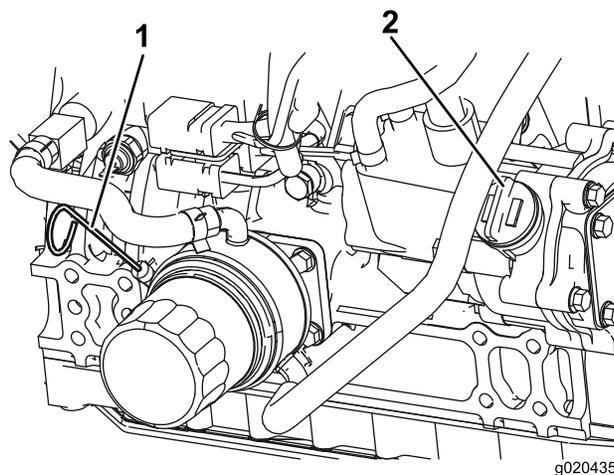

Figura 10
3. Retire a vareta, limpe-a, coloque-a no tubo e volte a retirá-la em seguida. O nível de óleo deve estar entre a marca full e a marca add (Figura 10).
4. Se o nível de óleo estiver baixo, retire o tampão de enchimento (Figura 10) e adicione óleo até que fique entre a marca full e a marca add. **Não encha demasiado.**